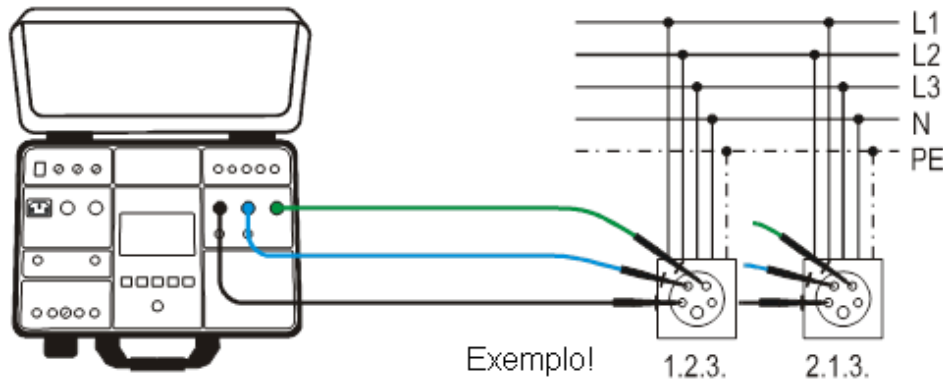

Figura 40: Ligação das ponteiros de teste na medição SEQUÊNCIA DAS FASES
- 6) Iniciar a medição premindo o botão **START/STOP**. A medição será iniciada e será terminada após uma nova pressão do botão **START/STOP**. O resultado do teste será apresentado a verde se inferior ou igual ao valor limite configurado ou a vermelho se superior ao valor limite configurado. O resultado final será acompanhado do símbolo  verde e de um sinal acústico curto (resultado OK) ou do símbolo  vermelho e de um sinal acústico prolongado (resultado não OK). A figura 40 mostra um exemplo de ecrã com os resultados das medições.